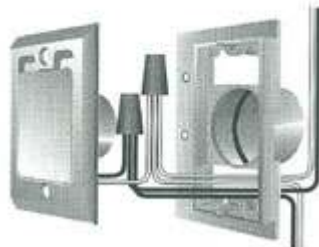

Bild 14
- von jeder Saugdose zur PAMA-VAC Zentraleinheit mit einzelnen Leitungskabeln (Bild 14),